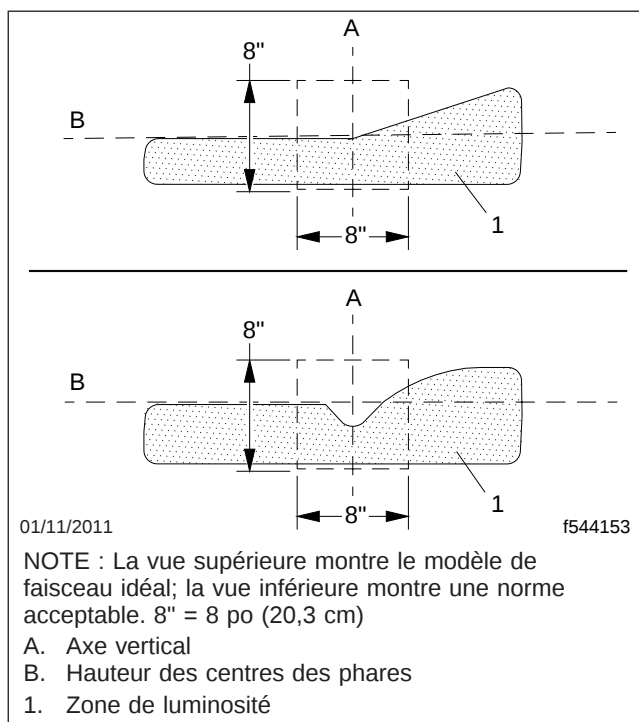

Fig. 23.3, Modèles de faisceaux de phares
5. Allumez les phares, en position de feux de croisement. Reportez-vous à la figure 23.3 pour le modèle idéal et le modèle acceptable pour les deux phares.
- Si un ou les deux phares n'illuminent pas les rebords intérieurs de l'axe illustrée dans la figure 23.3, suivez la procédure de réglage ci-dessous.